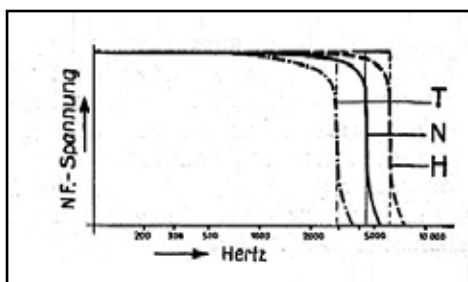

Abb. 16.
**Dr. Dietz & Ritter (Körting)** Das neue Programm dieser Fabrik umfasst nicht weniger als neun Geräte: einen Superhet-Vorsatz für den Volksempfänger, einen Einkreis-Zweier und einen Bandfilter-Zweier, einen Zweikreis-Reflex, einen Dreikreis-Dreier (mit Bandfilter), einen Dreiröhren-Super, einen Vierröhren-Super und einen Luxus-Superhet mit 7 (11) Röhren, ausserdem einen Koffer-Superhet und einen Auto-Empfänger. Der 2/2-Reflex-Empfänger wie auch der Dreiröhren-Empfänger sind Weiterbildungen entsprechender Vorjahresgeräte; typisch für die Richtung des neuen Empfänger-Programms sind aber der Einkreiser, der Dreikreiser, der Vierröhren-Superhet und der Luxus-Super. Kennzeichnend für die Mehrzahl der Geräte ist die starke und erfreuliche Bevorzugung des Bandfilters, das ja bekanntlich die hochfrequente Bürgschaft für eine gute Niederfrequenzqualität ist; allen Empfängern eigentümlich ist ferner die Art der Klangfarbenregelung, die nicht mit Hilfe eines einfachen Kondensators, sondern durch einen Resonanzkreis mit veränderlicher Kapazität durchgeführt wird. So erreicht man, dass bei dunkler Stellung des Reglers neben den hohen Frequenzen nicht auch die mittleren geschwächt werden, sondern dass die hohen Frequenzen so, wie es Abb. 16 für drei Stellungen des Reglers ausdrückt, ohne Benachteiligung der tieferen exakt abgeschnitten werden.